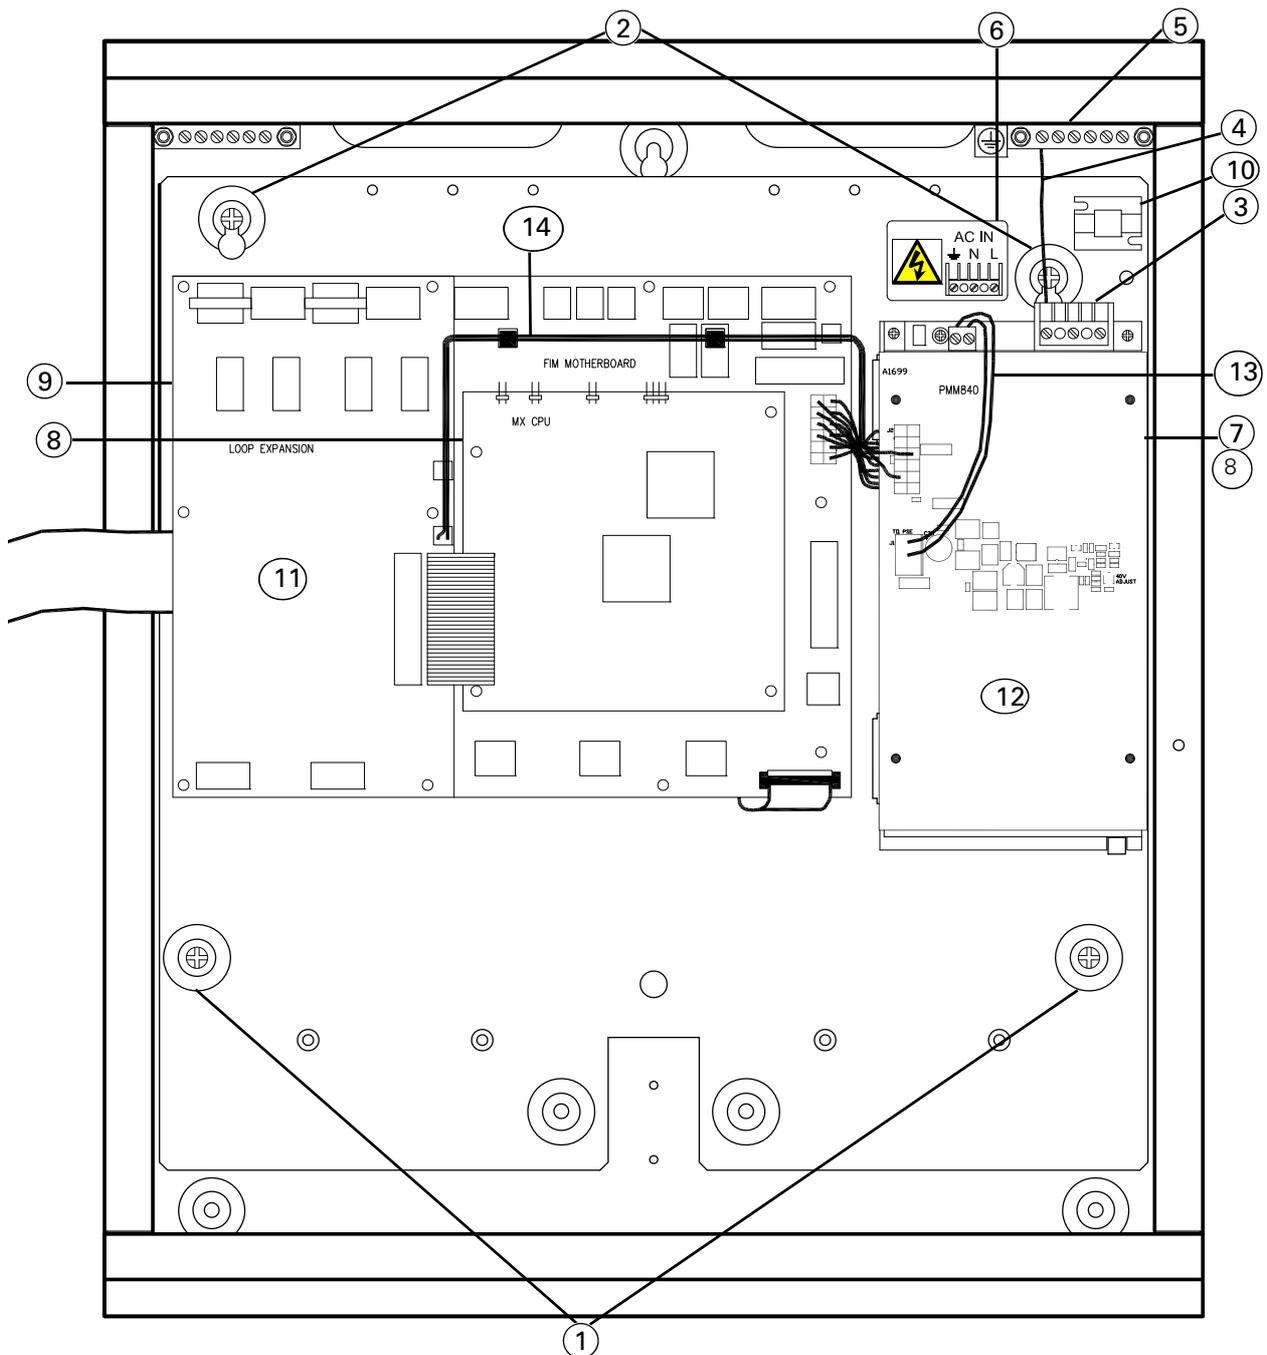
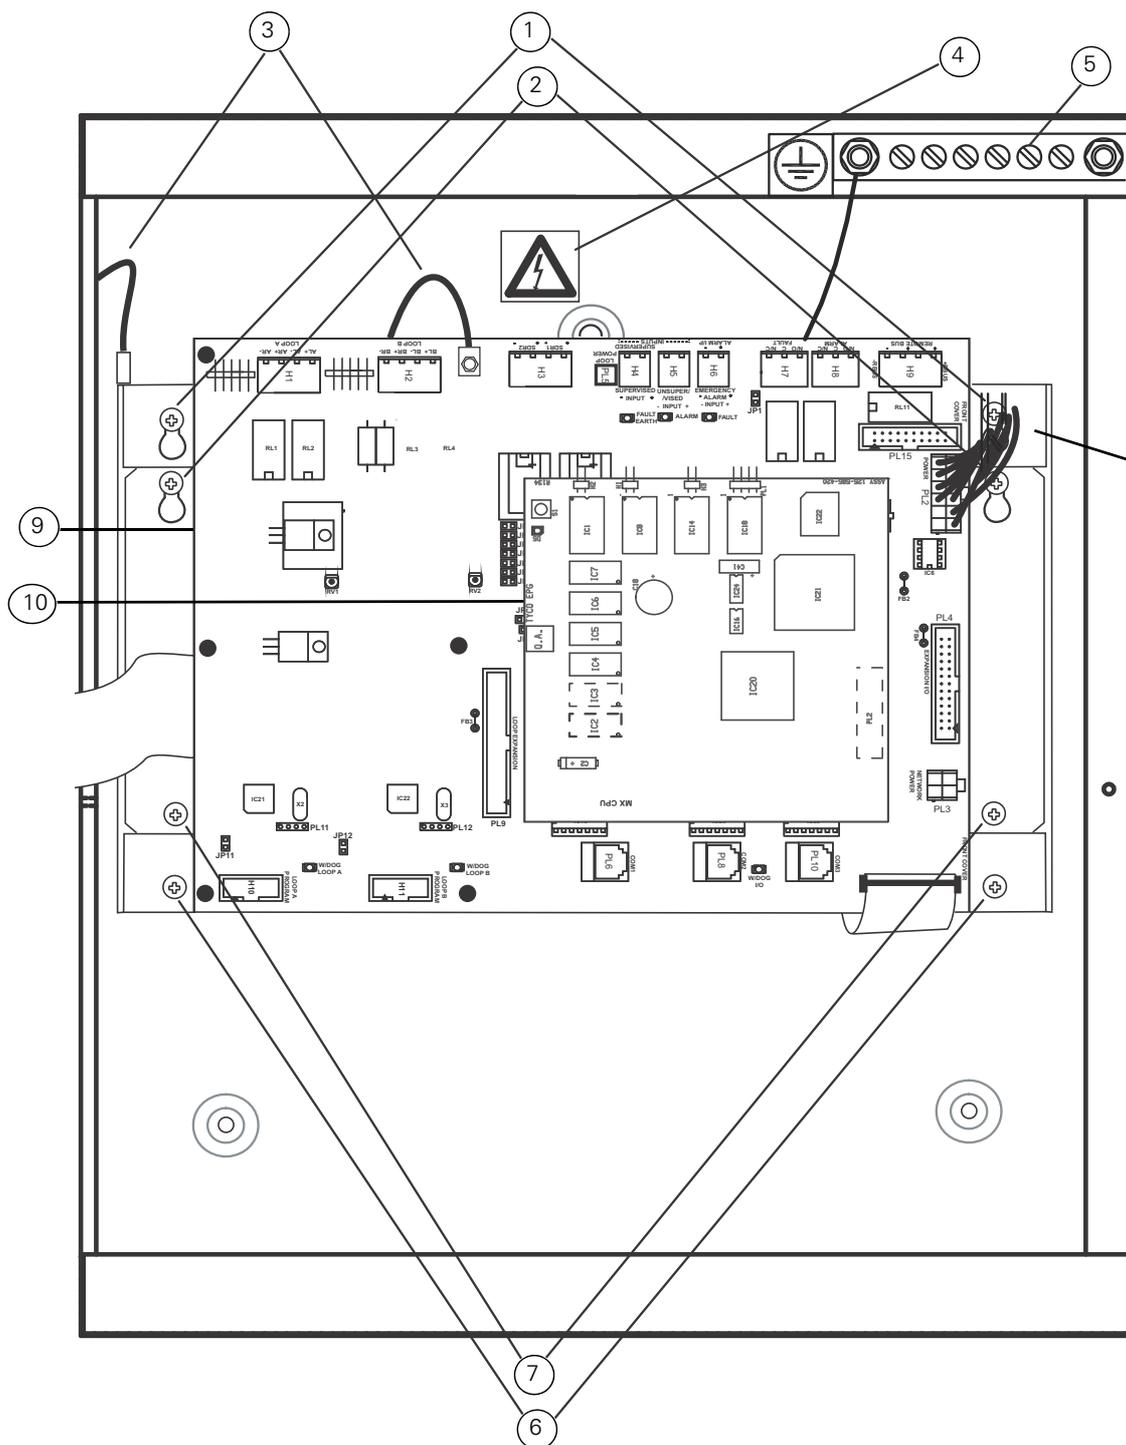

Fig. 9: Custodia con telaio rimovibile per FIRECLASS 240-4
Fig. 10: Custodia con telaio rimovibile – FireClass32-1
**Osservare l'adesivo di avvertenza relativo alle tensioni pericolose posto sul telaio rimovibile. L'adesivo è la voce 6 nella fig. 9.**
- 1 Per le operazioni descritte in questa sezione fare riferimento alla fig. 10 a pagina 20 per le centrali FireClass32-1 o alla fig. 9 a pagina 19 per tutte le altre centrali FIRECLASS.
- 6 Solo per le centrali FireClass32-1 scollegare il cavo tra PSU e FIM (voce 8 nella fig. 10).
- 4 Collegare le schermature dei cavi del loop (se applicabile). Si raccomanda di unire elettricamente le schermature di ciascuna sezione del cavo del loop, ad esempio realizzando le connessioni all'interno dei dispositivi del loop. e scnessivamente collegare il cavo al connettore di terra della custodia (voce 5 nella fig. 9 a pagina 19).